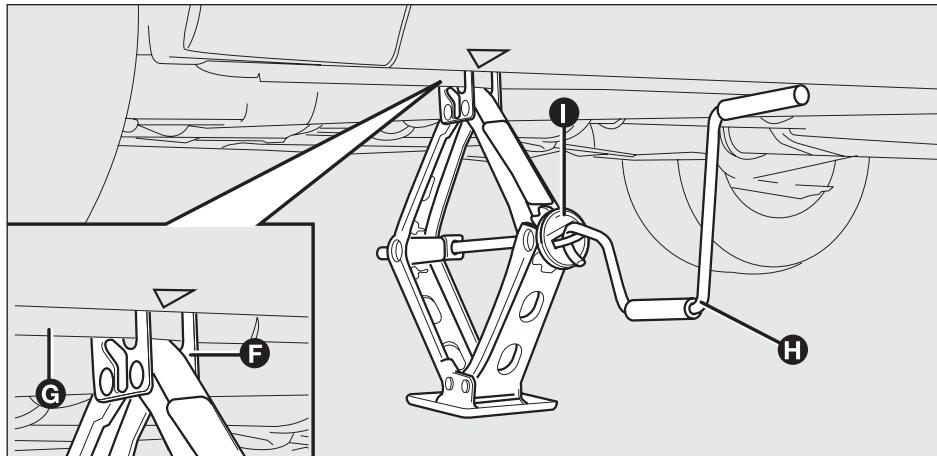

fig. 124
- assicurarsi che la scanalatura F-fig. 124 del cric sia ben calzata sull'aletta G del longherone;